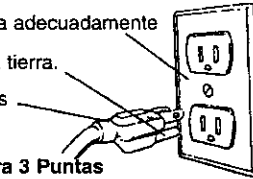

Figura 7 – Receptáculo para 3 Puntas
- A fin de protegerlo contra una descarga eléctrica, esta herramienta está equipada con un cable de tres conductores aprobado y clasificado para 150 V, así como con un enchufe de tres clavijas tipo conexión a tierra (Figura 7).
- El enchufe de conexión a tierra deberá conectarse directamente a un receptáculo para 3 clavijas debidamente instalado y conectado a tierra, tal como se muestra (Figura 7).